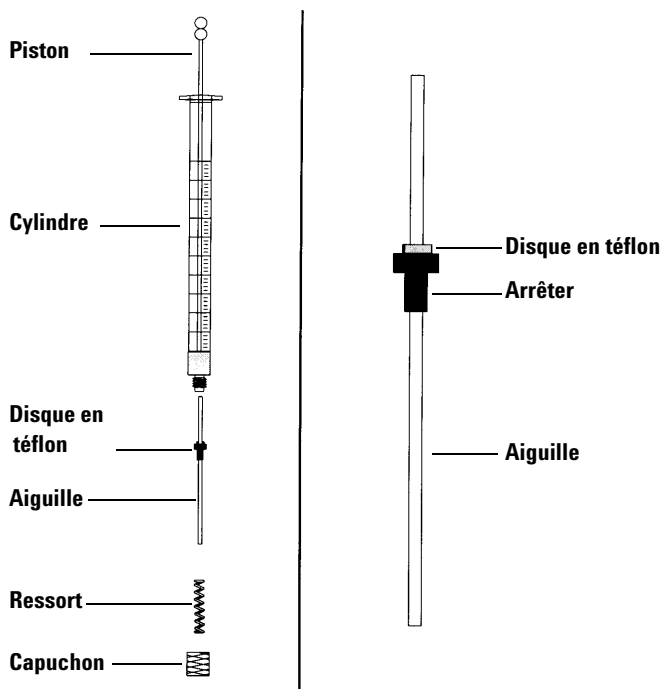

Figure 71 Composants d'une seringue
Pour introduire une aiguille dans un cylindre de seringue (Figure 71) :
- 2 Vérifiez que l'aiguille est munie d'un disque en téflon (Figure 71). Si le cylindre de la seringue n'est pas muni du disque en téflon, suivez les instructions figurant dans l'emballage de la seringue pour envelopper l'aiguille vous-même.